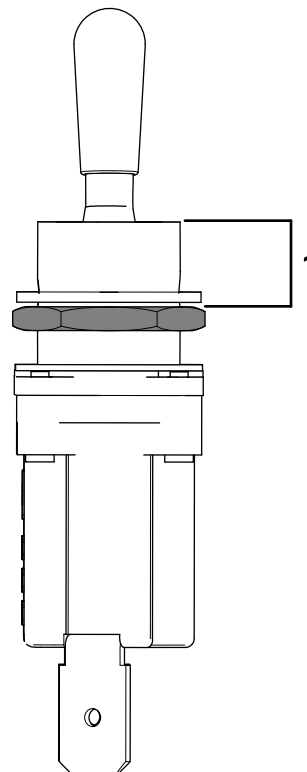

Figura 8
7. Partendo dalla parte superiore dei filetti dell'interruttore a levetta, misurate 7,9 mm di profondità per il dado esagonale alla base, come mostrato nella Figura 8.